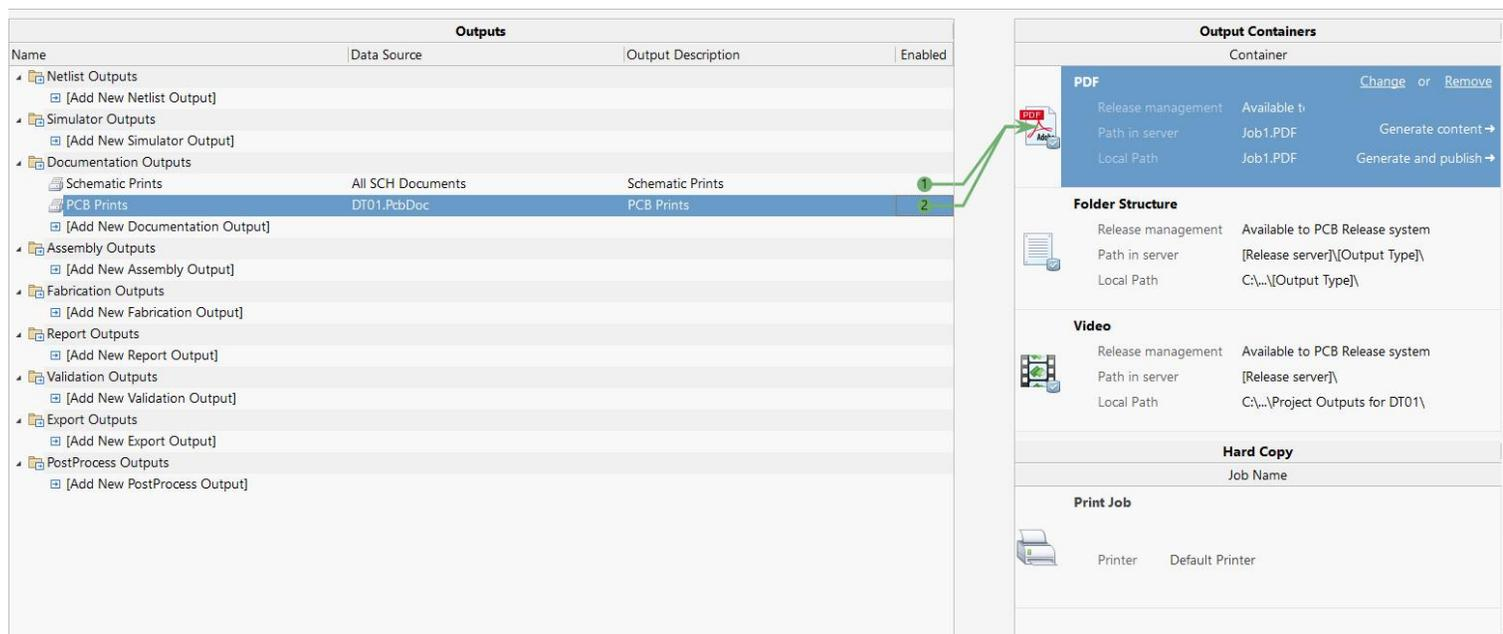

图5-12 输出PDF文件
- 5) 如图5-12所示，在右边“输出容器”中选中“PDF”文件，然后在栏目条“PCB Prints”和“Schematic Prints”右边的白色圆点上单击“使能”按钮，则出现指向输出容器的PDF图标的绿线，如图5-12所示。单击“生成内容”按钮即可将所有原理图与PCB图以PDF格式输出。
- 1) 如图5-12所示，在“Documentation Out”标题下面选择“Add New Document”栏目条。
- 7) 如图5-12所示界面，在右边“输出容器”中选中“PDF”文件，在栏目条“PCB Prints”和“Schematic Prints”右边的白色圆点上单击“使能”按钮，则出现指向输出容器的PDF图标的绿线，如图5-12所示。单击“生成内容”按钮即可将所有原理图与PCB图以PDF格式输出。